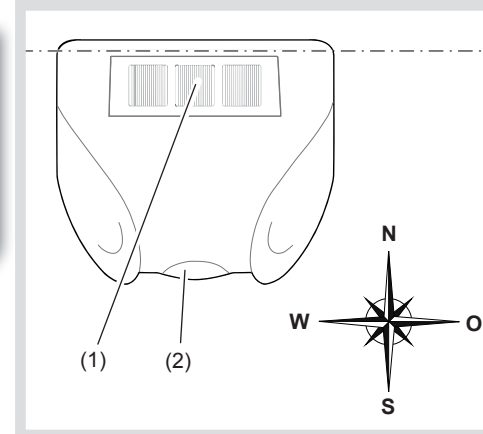

Bild 3: Ausrichtung nach Süden und waagrecht
- waagerechte Montage im Außenbereich von Gebäuden (Bild 3), vorzugsweise im Dach- und Fassadenbereich
- Gerät mit Hilfe eines Kompasses nach Süden ausrichten (Bild 3).
- Gerät in Querrichtung mit Wasserwaage waagrecht ausrichten (Bild 3).